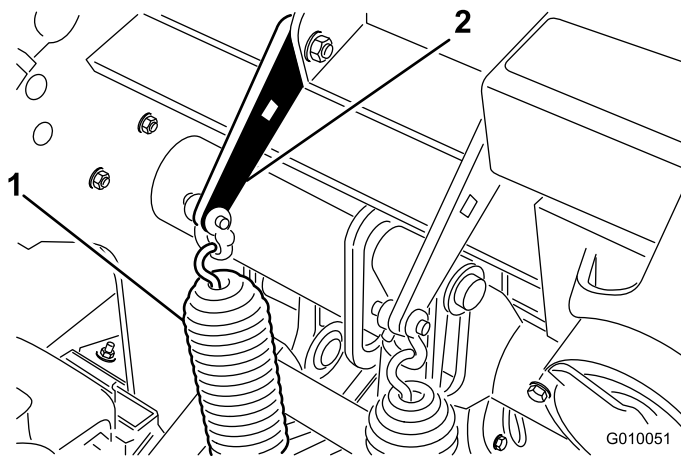

Bild 36
1. Lösen Sie die Muttern der Schlossschraube, mit denen die Federhalterungen am Aerifizierkopf befestigt sind (Bild 36). Nicht entfernen.